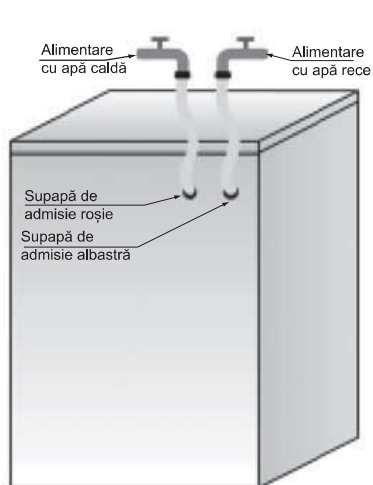

Fig.1
**Dacă doriți să conectați alimentarea cu apă caldă și rece (Fig.1):**